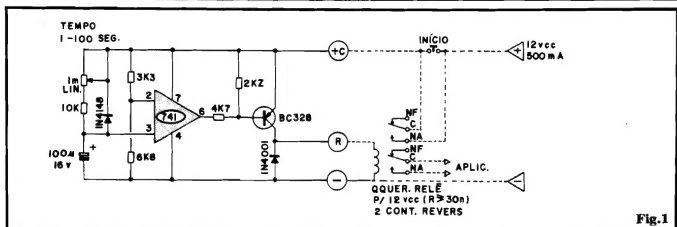
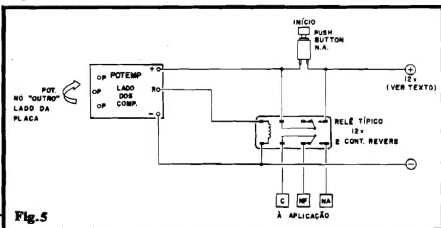

Fig.1
Fig. 5
- FIG. 1 - O CIRCUITO - No ângulo do circuito temos um Amplificador Operacional 741, "manjadíssimo" (barato e confiável...), trabalhando como **comparador**... Sua Entrada Inversora (pino 2) é mantida sob Tensão fixa, correspondendo a determinado percentual do valor geral da alimentação (12V nominais). Esse nível de referência é comparado pelo 741 com a Tensão aplicada à sua Entrada Não Inversora (pino 3). Esta, por sua vez, depende da carga assumida pelo capacitor eletrolítico (tipo tântalo, para boa estabilidade e precisão...) de 100u... A carga do dito capacitor se dá através do conjunto formado pelo resistor fixo de 10K e potenciômetro de 1M - linear, de modo que, através do ajuste dado ao ei-
- **FIG. 5 - DIAGRAMA DAS CONEXÕES EXTERNAS E INSTALAÇÃO** - Conforme deve ter ficado mais do que claro (revejam figuras anteriores, notadamente o esquema, na fig. 1) o módulo eletrônico do POTEMP apresenta apenas 3 conexões externas, a sa-
ber: (+) para o **positivo** da alimentação, via **push-button**, (R) para o relê, e (-) para o **negativo** da alimentação... Todas as outras conexões (em traçado na fig. 1) correspondem a disposições totalmente externas ao circuito, conforme ilustra, com clareza, a fig. 5. Notem que a bobina do relê ficará "entre" o terminal "R" e "-" do módulo e observem ainda que - obrigatoriamente - os contatos C e NA de um dos conjuntos do relê utilizado, devem ser ligados a ambos os "lados" do próprio interruptor geral de "início" (**push-button**). As conexões gerais de alimentação são mais do que óbvias, restando ao instalador respeitar as **polaridades**. Finalmente, os contatos "livres" do relê, serão destinados à utilização final (controle da carga de Potência), nas conformidades da aplicação desejada. Quanto aos 12V da alimentação, conforme já foi mencionado, devem ser capazes de oferecer uma Corrente de até 500mA, para que tudo possa trabalhar com a devida "folga"... Na verdade, o circuito do POTEMP é tão pouco "fresco", que mesmo fontes sumárias (um transformador, dois diodos e um eletrolítico...) poderão, com segurança, energizar o circuito, sem grandes "galhos"... Como 12 VCC é uma Tensão quase que "standartizada" em equipamentos profissionais/industriais, em muitos casos será possível o "furto", puro e simples, da energia de alimentação do próprio maquinário a ser controlado, ou de linhas compartilhadas de alimentação já existentes...
lo/rêlê, conforme ilustram as figs. 1 e 5.